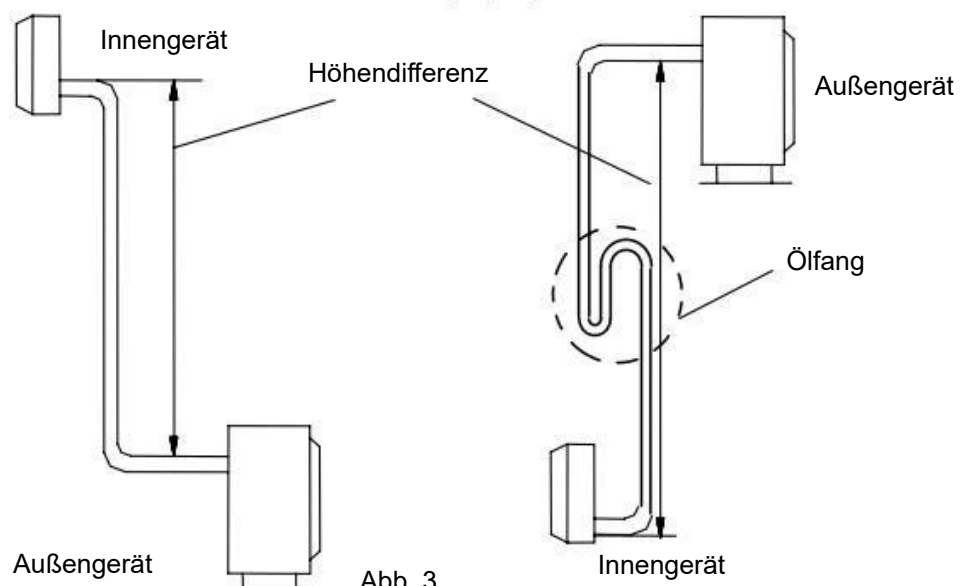

Abb. 3
- Ist das Außengerät höher zum Innengerät montiert und die Verrohrung länger als 10 m, muss alle 8 m ein Ölfang in den Gasleitungen hinzugefügt werden (Abb. 3).